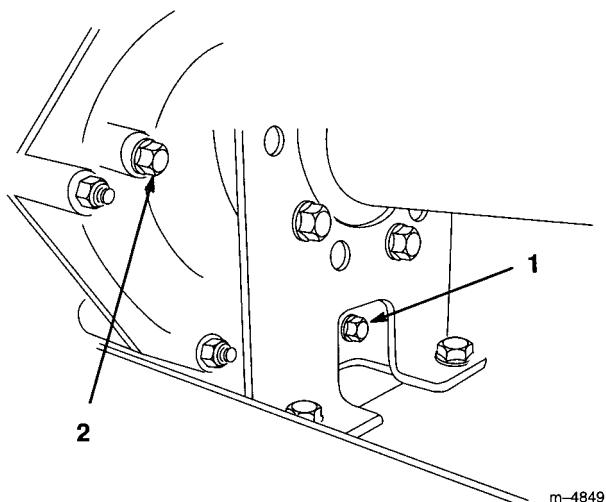

図 41
- 2 . オイル槽の右側にあるドレンプラグ（図41）を外してオイルを容器に受け、オイルが完全に抜けたらプラグを元通りに取り付ける。